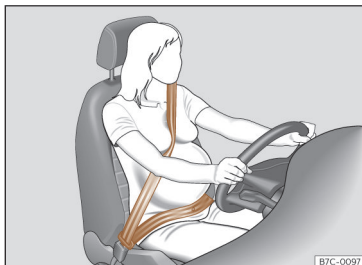

Fig. 26 Colocación de la banda del cinturón en el caso de mujeres embarazadas.
En el caso de **mujeres embarazadas**, el cinturón de seguridad debe pasar de forma uniforme sobre el pecho y lo más bajo posible por la zona pélvica con la banda plana para que no se presione el vientre; además, debe utilizarse durante todo el embarazo >>> **fig. 26.**
- En el caso de mujeres embarazadas, la banda abdominal del cinturón de seguridad debe pasar lo más bajo posible por delante de la zona pélvica, apoyado en plano y “rodeando” el vientre >>> **fig. 26.**